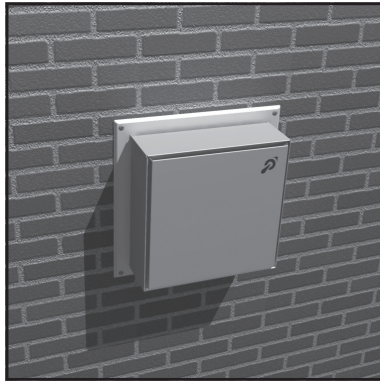
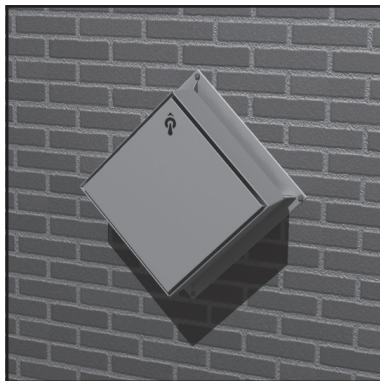

Fig. 1
Fig. 2
1. If required, mount a connecting piece (1) to the appliance. Type and code according to the manufacturer's instructions or in consultation with our Sales department.
2. Place a flue length (2) on top (US 100/50/25 10). Make sure to use the minimum and maximum terminal length as instructed by the manufacturer.
3. Then place a concentric elbow (3) USB 90 10 and determine the place of the terminal.
6. Slide the wall terminal (4) USDHC3 10 from the outside through the wall with the Ontop logo in the top right-hand corner (Fig.1), or mount to the wall by the point with the logo pointing upwards (Fig. 2). Mount the air supply tube level or in such a way that the rainwater runs off. This position will ensure that the rainwater does not penetrate. Make sure that the dewatering hole in the air supply tube is kept open (do not seal)
7. If desired, the hole on the inside of the wall can be covered with a wall plate (5) USMPG 10. This can be ordered as an option.
1. Montez un raccord (1) sur l'appareil si nécessaire. Type et code selon les indications du fabricant ou en concertation avec notre département Vente.
2. Placez un conduit concentrique (2) US 100/50/25 10 par-dessus. Contrôlez la longueur minimale et maximale du conduit prescrite par le fabricant.
3. Placez un coude concentrique (3) USB 90 10 et choisissez la position du passage de façade.
6. Introduisez le passage de façade (4) USDHC3 10 dans la façade depuis l'extérieur, et fixez-le sur la façade avec le logo Ontop dans le coin supérieur droit (voir Fig. 1) ou montez sur la pointe avec le logo au-dessus (voir Fig. 2). Montez l'enveloppe d'amenée d'air de niveau ou légèrement en pente vers l'extérieur. On évite ainsi que les eaux de pluie pénètrent à l'intérieur. Lors d'un montage sur la pointe, laissez le trou d'assèchement de l'enveloppe libre (ne pas reboucher).
7. Le trou à l'intérieur peut éventuellement être recouvert d'une plaque murale (5) USMPG 10 disponible en option.
1. Monteer indien voorgeschreven een aansluitstuk (1) op het toestel. Type en code volgens opgave van de fabrikant of in overleg met onze afdeling Verkoop.
2. Plaats hierop een concentrisch kanaal (2) US 100/50/25 10. Let op de minimale en maximale kanaallengte zoals voorgeschreven door de fabrikant.
3. Plaats daarna een concentrische bocht (3) USB 90 10 en bepaal plaats doorvoer.
6. De geveldoorvoer (4) USDHC3 10 vanaf buiten door de gevel steken, met het Ontop logo in de rechter bovenhoek (zie Fig.1) of op de punt gemonteerd met het logo in de bovenpunt (Fig. 2) op de gevel bevestigen. De luchttoevoerhuls waterpas of naar buiten afwaterend monteren. In deze positie wordt voorkomen dat regenwater dat naar binnen dringt. Bij montage op de punt het ontwateringsgaatje in de luchttoevoerhuls vrijhouden. (niet afkitten)
7. Indien gewenst kan het gat aan de binnenzijde van de muur afgekerkt worden met een muurplaat (5) USMPG 10. Deze is als optie te bestellen.
1. Use an extra tube (1) of non-combustible material, with a diameter of 250 mm.
2. Install a square casing (2) of non-combustible material, dimensions 250 x 250 mm.
- When mounting by the point as shown in figure 2, the tube (1) or square casing (2) must also be able to drain off to the outside to prevent rainwater from penetrating.
- In both cases use cover plates (3) USCP 10 or wall plates (3) USMPG 10 to center the terminal and to cover the hole.